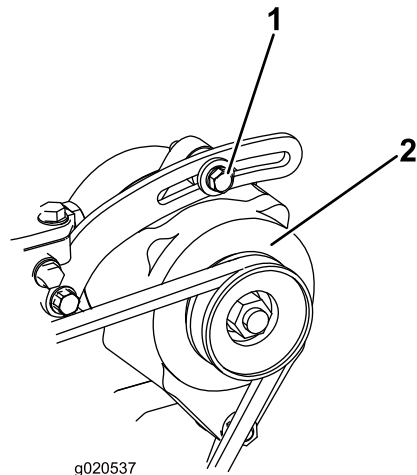

Figure 64
Vérifiez l'état et la tension de la courroie (Figure 64) toutes les 100 heures de fonctionnement.
2. Si vous n'obtenez pas une flèche de 10 mm ($\frac{3}{8}$ po), desserrez les boulons de fixation de l'alternateur (Figure 64). Augmentez ou diminuez la tension de la courroie d'alternateur et serrez les boulons. Contrôlez de nouveau la flèche de la courroie pour vérifier si la tension est correcte.